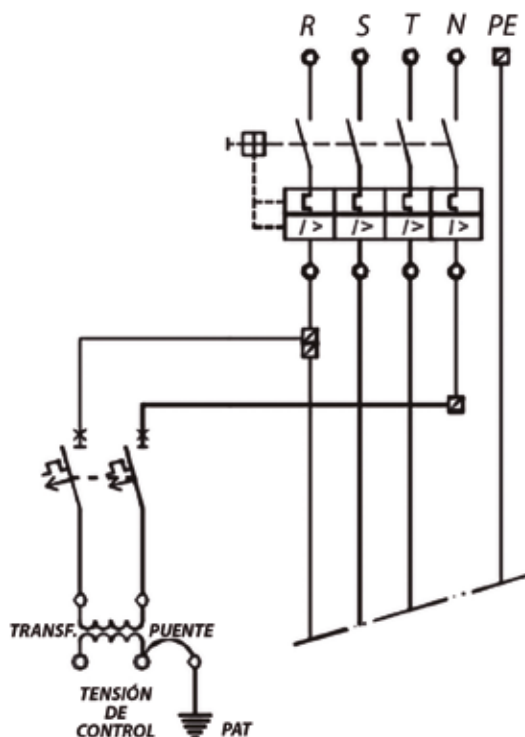

Figura 5. Circuito de transformador protegido con un interruptor termomagnético automático bipolar
- » un transformador como los mencionados anteriormente, protegido con un interruptor termomagnético automático bipolar (ver figura 5);